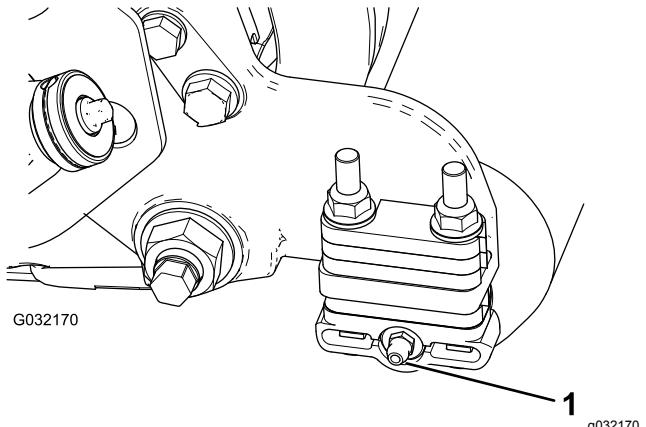

Bild 2
- Nehmen Sie den Schmiernippel für die Rolle von der Seite der Schneideinheit ab, an der das Rollenbürstengehäuse montiert ist (Bild 2).
- Befestigen Sie den 90-Grad-Schmiernippel so, dass er nach hinten zeigt (Bild 2).